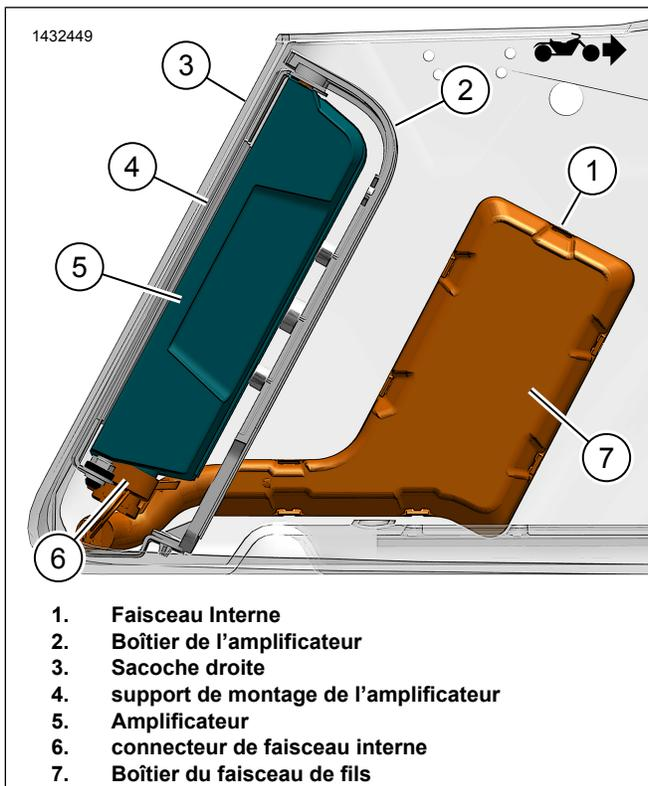
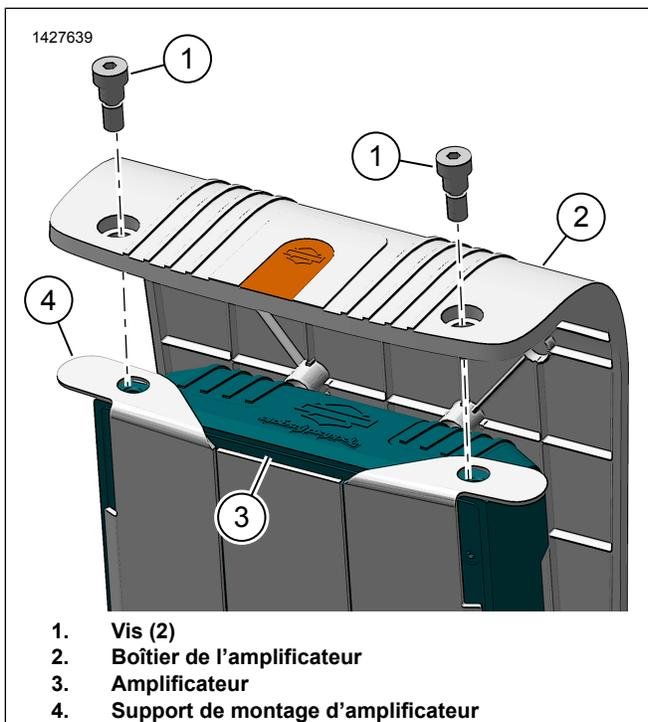

Figure 15. Faisceau de sacoche avec amplificateur
Figure 16. Boîtier de l'Amplificateur
7. Figure 15 Installez l'amplificateur (5) dans le support de montage de l'amplificateur (4).
8. Installez le couvercle de l'amplificateur (2).
9. Figure 16 Installez les vis (1). Serrer.